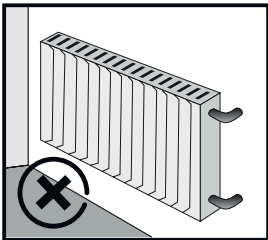

Imagen 1
- Coloque el aparato a un mínimo de un (1) metro de distancia de fuentes de calor (estufas, calefactores, calentadores eléctricos, etc.) (Imagen 1)